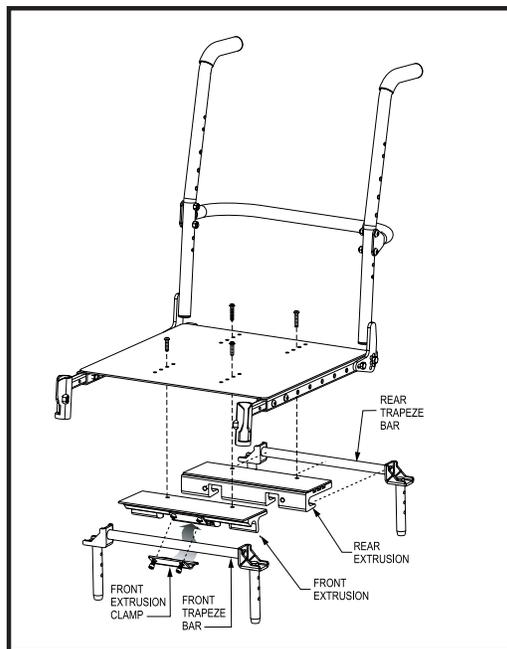
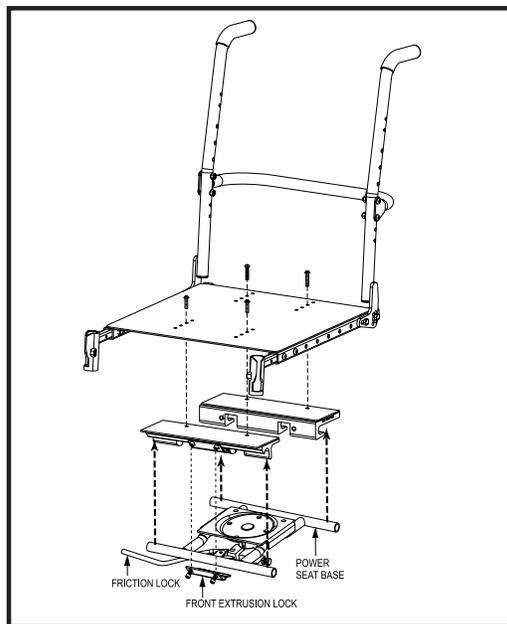

Figura 9. Sistema di montaggio universale (UMS)
Figura 10. Sistema di montaggio universale (UMS) (Sistema elevazione sedile)
Prima dell'uso iniziale o dopo il trasporto della carrozzina, può essere necessario installare il sedile. La maggior parte dei sedili è unita alla base di alimentazione mediante il sistema di montaggio universale (UMS). L'UMS consiste di parti universali unite a qualsiasi sedile, a prescindere dalla larghezza o dalla profondità del sedile. I due componenti principali sono piastre di alluminio montate sulla base del sedile. Queste piastre si uniscono ad una coppia di barre intelaiatura montate sulla base di alimentazione (vedere figura 9) o sulla base del sedile elettronico (vedere figura 10).
4. Ruotare verso il basso il blocco di sicurezza del sedile. Vedere figura 10.
4. Sollevare il blocco di sicurezza del sedile. Vedere figura 10.